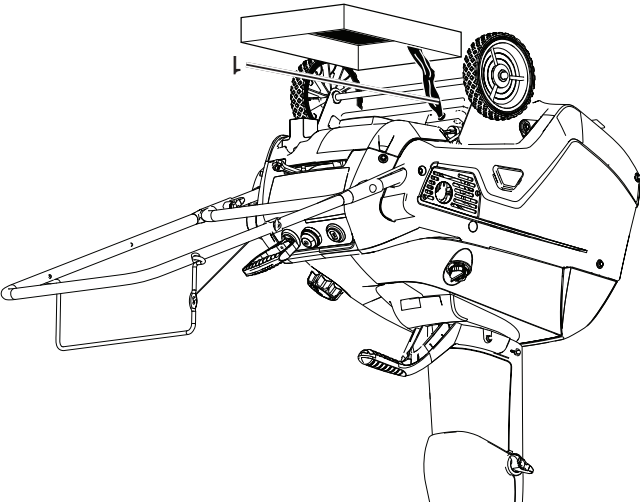

Figure 23
4. Placer un contenant sous le bouchon de vidange d'huile, retirer le bouchon de vidange d'huile, puis basculer la souffluse à neige vers l'arrière et laisser l'huile usée s'écouler dans le carter de vidange d'huile (Figure 23).